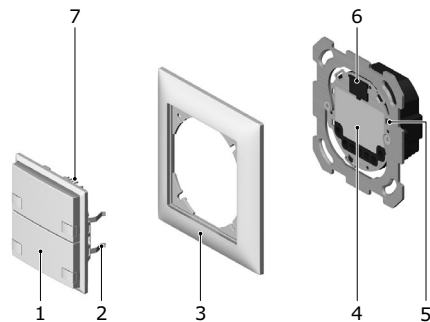
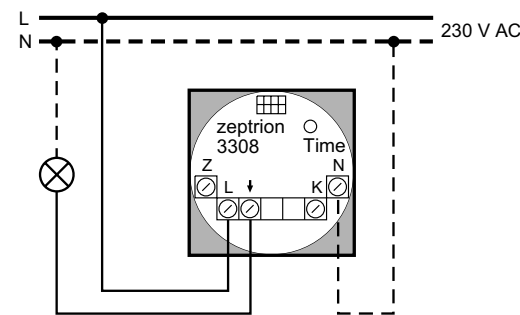

Fig. 1
Fig. 2
2. Den Einsatz (4, Fig. 1) gemäss Schema (Fig. 2) anschliessen.
3. Den Einsatz mit der Steckbuchse (6, Fig. 1) nach oben gerichtet montieren.
5. Die Bedienoberfläche (1) mit Abdeckrahmen (3) so auf den Einsatz aufsetzen, dass die 8-poligen Steckstifte (7) oben sind. Die Steckstifte in die Steckbuchse (6) und die Haltefedern (2) in die Schlitz (5) des Einsatzes einführen, bis die Haltefedern einrasten.
2. Raccorder le mécanisme (4, Fig. 1) selon le schéma (Fig. 2).
3. Monter le mécanisme avec la fiche femelle (6, Fig. 1) vers le haut.
5. Monter la plaque de commande (1) avec le cadre de recouvrement (3) sur le mécanisme, avec les contacts mâles à 8 pôles (7) tournés vers le haut. Insérer les contacts mâles dans la fiche femelle (6) et les ressorts de retenue (2) dans les fentes (5) du mécanisme, jusqu'à ce que les ressorts s'engagent.
2. Collegare l'inserto (4, Fig. 1) come da schema (Fig. 2).
3. Montare l'inserto con la boccola (6, Fig. 1) rivolta verso l'alto.
5. Applicare il pannello di comando (1) con il telaio di copertura (3) sull'inserto, in modo da lasciare in alto gli spinotti a 8 poli (7). Inserire gli spinotti nella boccola (6) e le linguette di ritengo (2) negli interstizi (5) dell'inserto, fino a far scattare in sede le linguette.